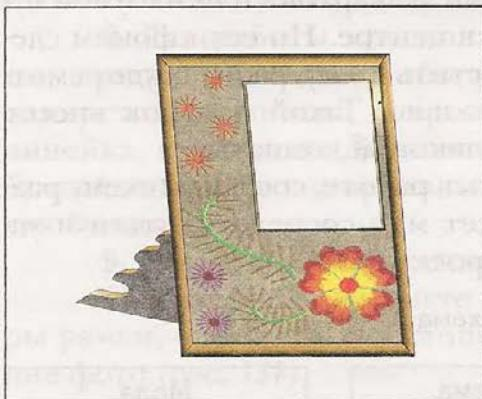

Рис. 133. Паспарту
- Паспарту для фото, оформленное двусторонней гладью и заключенное в рамку (рис. 133). Паспарту – это картонная рамка с вырезом в середине для фотографии или рисунка.